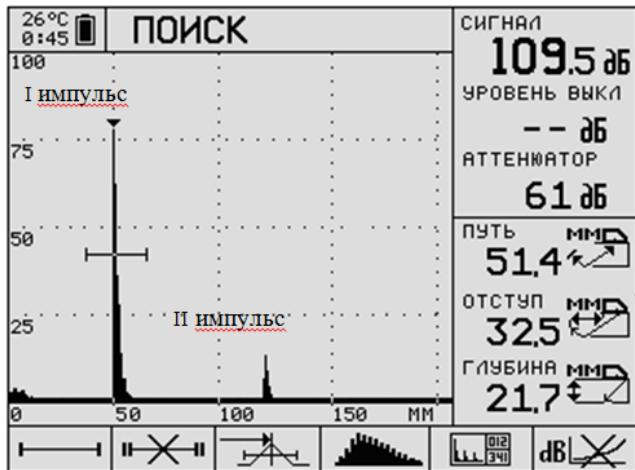
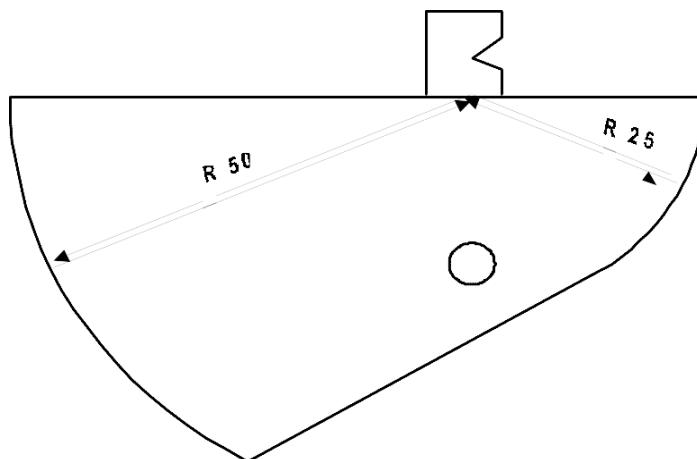

Рисунок 5.10 – Сигналы на экране дефектоскопа
Рисунок 5.11 – Двукратное отражение от поверхности R50 и однократному R25
5.5.8 Подключите ПЭП к дефектоскопу и поставьте его на длинную грань ($l=75\text{мм}$) СОП V2M таким образом, чтобы луч был направлен в сторону цилиндрической поверхности образца радиусом 50 мм, а предполагаемая точка выхода луча ПЭП находилась около риски 0 (рис. 5.7). Кнопками RANGE и LEVEL добейтесь, чтобы на экране дефектоскопа были видны первые два эхосигнала от цилиндрических поверхностей (рис. 5.10). Ход лучей при этом отображён на рис. 5.11.
I импульс – однократное отражение от цилиндрической поверхности R50 II импульс – соответствует двукратному отражению от поверхности R50 и однократному R25 (рис. 5.11)